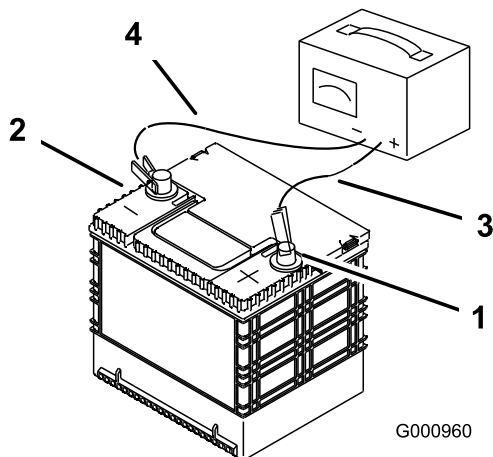

Bild 60
2. Wenn die Batterie ganz aufgeladen ist, ziehen Sie den Stecker des Ladegeräts aus der Dose. Klemmen Sie dann die Klemmen des Ladegeräts von den Batteriepolen ab (Bild 60).